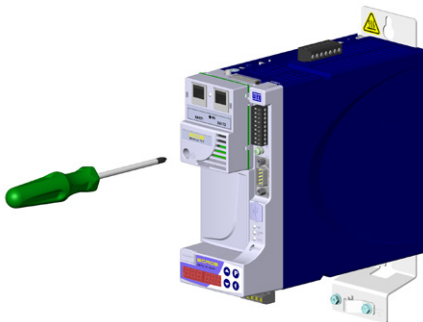

Figura 4.3: Fixação do parafuso de aterramento do acessório
- Fixar o parafuso de aterramento do acessório ao servoconversor, conforme indicado pela Figura 4.3 na página 21.